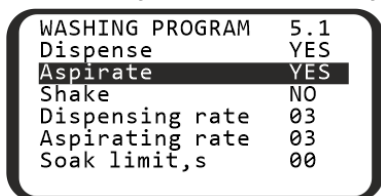

Figure 10. Program parameters
5.7.3 To navigate the parameters menu (figure 10):